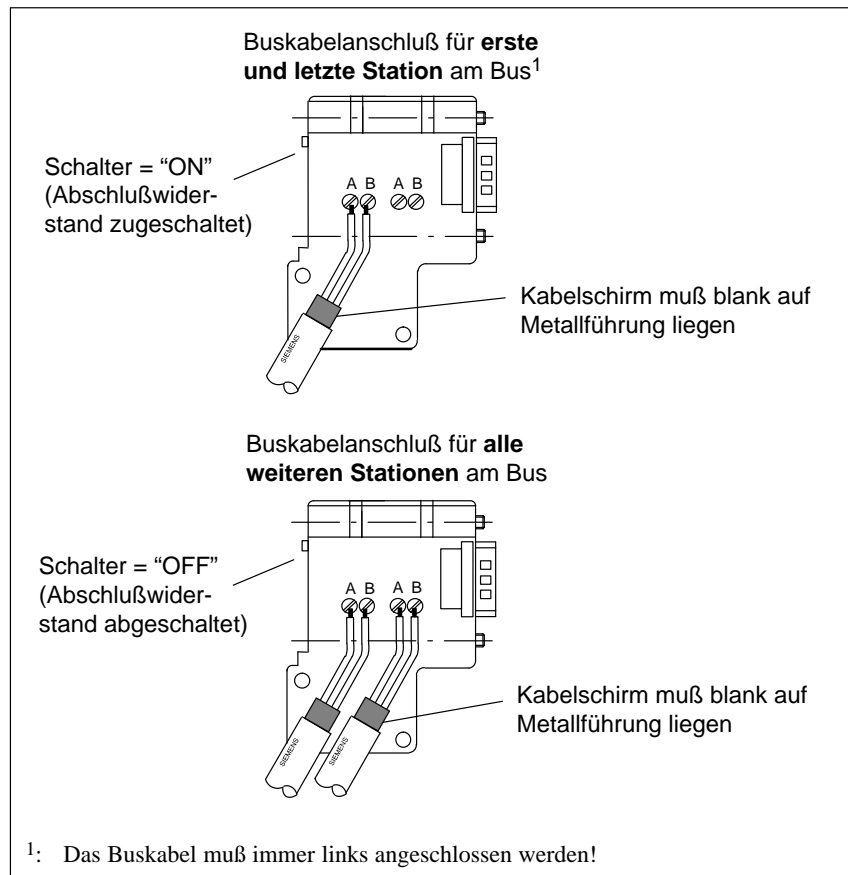

Bild 3-15 Buskabel am Busanschlußstecker (6ES7 972-0B.40 ...) anschließen
3. Legen Sie die grüne und die rote Ader in den Schraub-Klemmenblock ein gemäß Bild 3-15.